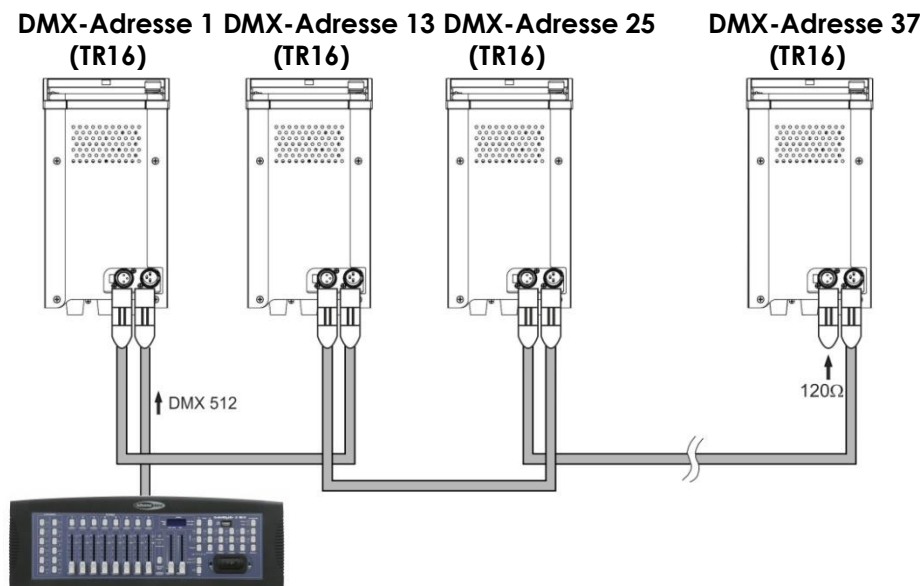

Abb. 5
1. Verbinden Sie die Geräte so wie in (Abb. 5) gezeigt. Verwenden Sie ein DMX-Datenkabel, um die DMX-„OUT“-Buchse des ersten Geräts mit der „IN“-Buchse des zweiten Geräts zu verbinden. Wiederholen Sie diesen Vorgang, um das zweite, dritte und vierte Gerät ebenfalls zu verbinden.